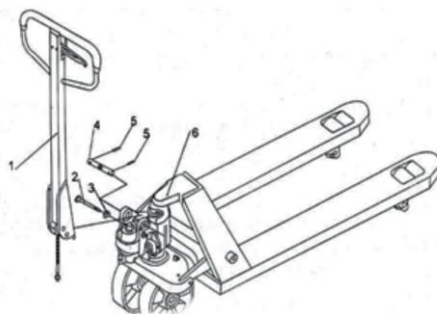

Fig.5
- c) Presione la barra hacia abajo y retire el pasador (2, Fig. 5).
- d) Coloque la palanca de control del mango en la posición “ELEVACIÓN”, luego levante la placa de la palanca con el pasador (2, Fig. 5) e inserte el tornillo de ajuste en la ranura frontal. Nota: Mantenga la tuerca de ajuste bajo la palanca.
- e) Usar un martillo para insertar el segundo perno (5, Fig. 5) en el segundo agujero del eje de dirección. La barra de tracción está ahora montada en la bomba.